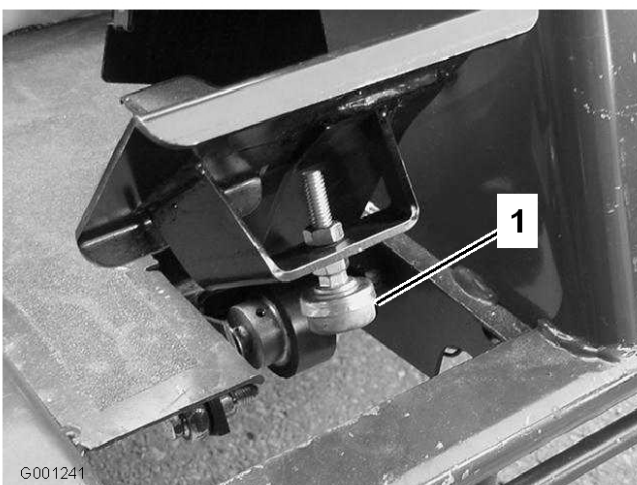

Bild 65
1. Prüfen Sie die Einstellung des Anschlages des Fahrpedals. Der Pedalanschlag (Bild 65) sollte den Rahmen leicht berühren, bevor die Pumpe den ganzen Hub durchlaufen hat.